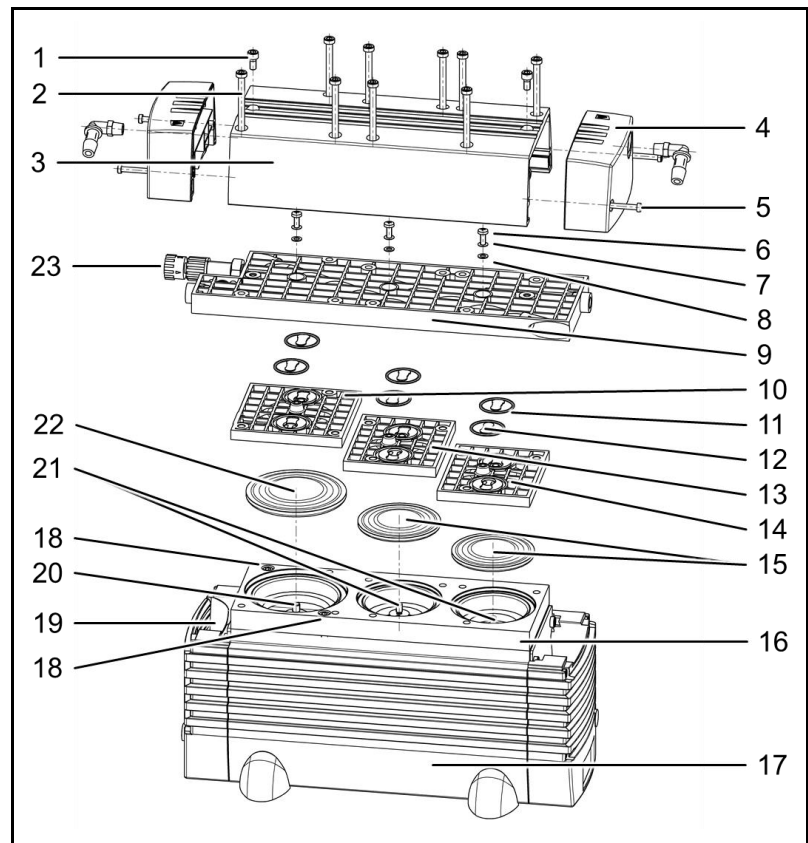

Abb. 16: Pumpe (Explosionszeichnung, symbolisch)
2. Die zwei Befestigungsschrauben (Abb. 16/1) und neun Befestigungsschrauben (2) der Kopfabdeckung (3) lösen.
3. Je zwei Schrauben (5) lösen und die beiden seitlichen Abdeckungen (4) an der Kopfabdeckung (3) abnehmen.
4. Kopfabdeckung (3) vom Pumpengehäuse (17) abnehmen.
5. Kopfplatte (9) mit Zwischenplatten (10), (13) und (14) abnehmen.